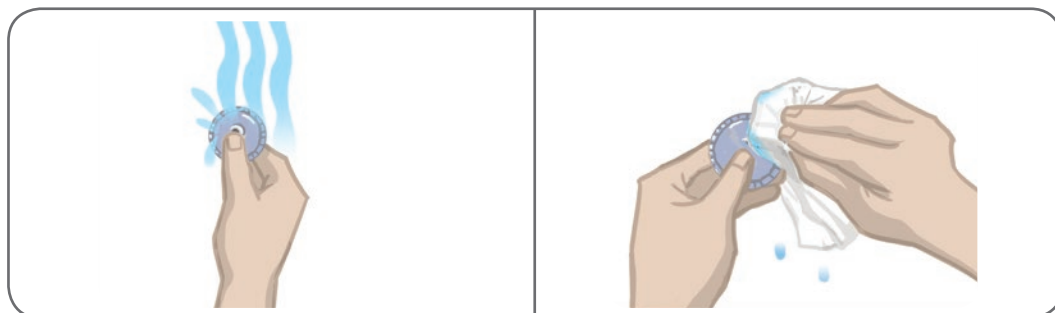

Ilustración 6-5: Cómo humedecer el electrodo y eliminar el exceso de agua
3. Humedezca los Electrodos Round Cloth con agua corriente hasta que estén empapados. Consulte la ilustración 6-5.
4. Utilice un paño para secar con cuidado el exceso de agua del reverso (el lado del broche) de los electrodos. Consulte la ilustración 6-5.